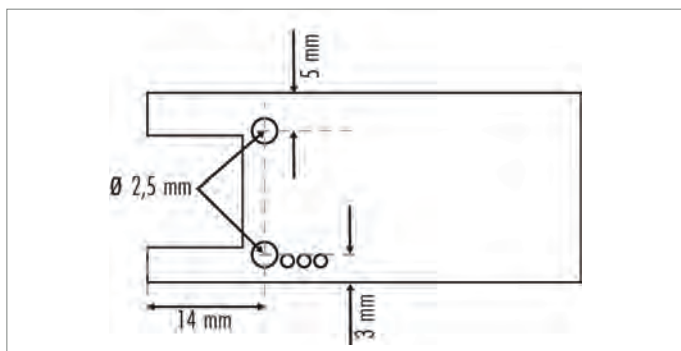

Abb. 31: Leiterbahnen durchbohren auf Universalplatte, Akku gesteckt
**HINWEIS:** Entnehmen Sie die exakten Abmessungen für die Bohrungen der Abb. 31.